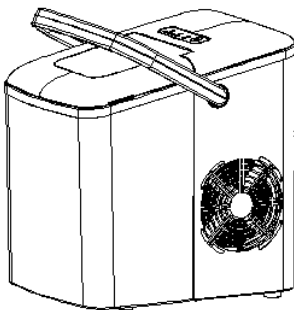

Fig.2
- 2) Alignez la poignée sur les trous du boîtier et relâchez les mains, puis insérez la poignée dans les trous du boîtier (voir Fig.2).